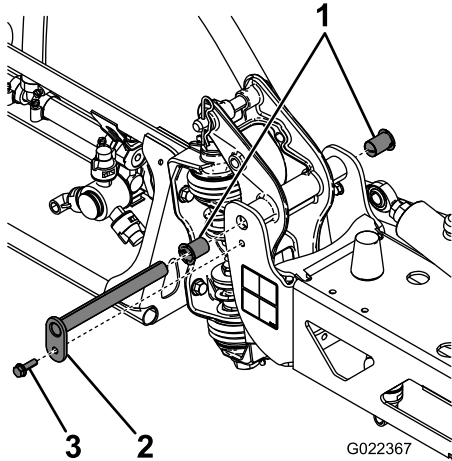

Figura 95
3. Con el peso del brazo apoyado, retire el perno y la tuerca que fijan el pasador de giro al conjunto del brazo (Figura 95).
6. Retire los casquillos de nylon desde delante y desde detrás del soporte pivote e inspecciónelos (Figura 95).
8. Instale el conjunto de brazo y soporte del pivote en el bastidor central, alineando los orificios (Figura 95).